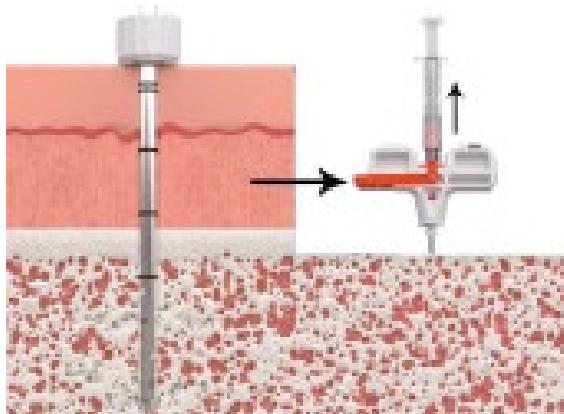
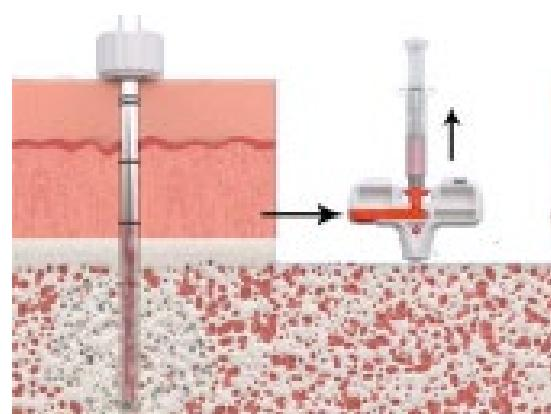

Fig 4
Fig 5
15. Pare a sucção, pressione a travade seguran  a em dire  o   o alça [Fig4-Fig5] para fazer com que a cânula interna retraia. Desta forma, os orif  icos de suc  ao usados na primeira fase s  o fechados e outros s  o abertos em diferentes posi  es. Certifique-se que a nova posic  o da cânula permane  a sempre no limite da marca  o e em contato com a travade seguran  a.